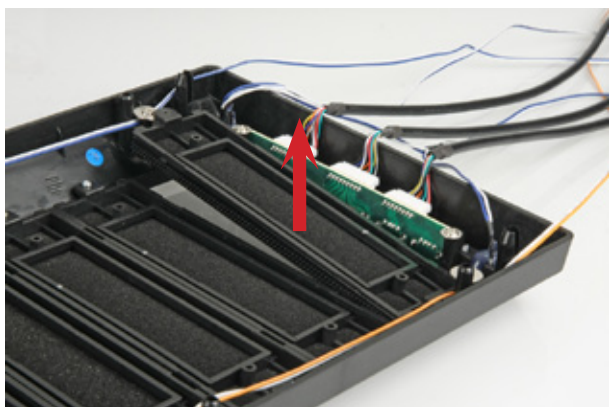

図15
2. 5.25インチ正面ベゼルを、ドライブを設置する予定のマウントベイから取り外します。その際、ネジを緩め、ベゼルを中に押し込むようにして取り外してください。5インチベイカバーを取り外します。(図15 と 16)